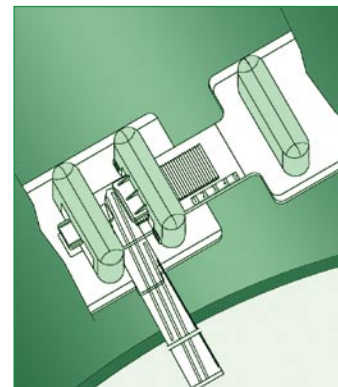

Fig. 6
6. Appoggiare i cunei nella zona predisposta su ciascun modulo, impegnando il cuneo con la punta e le rigature rivolte verso l'alto (vedi Fig. 6).
Insert the grip wedges into the modules, with the points and the rifling turned up, to fix them to each other (see Fig. 6).